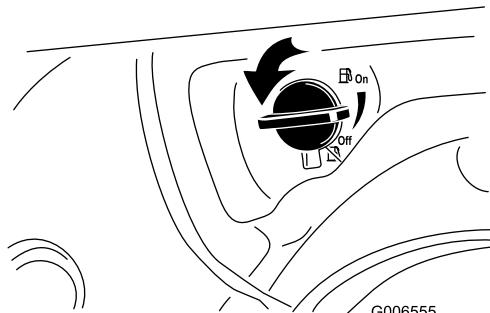

Figure 25
2. Ouvrez le robinet de carburant en le tournant de 1/4 de tour dans le sens antihoraire (Figure 25).